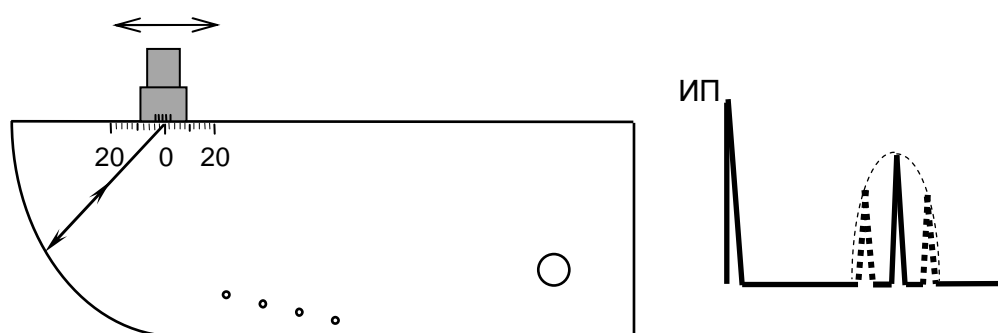

Рисунок 7.2
- г) установить ПЭП на поверхность образца СО-ЗР (СО-З) со стороны шкалы "20-0-20" ("α°") так, чтобы имеющаяся точка выхода луча ПЭП оказалась ориентировочно у отметки "0" по шкале "20-0-20" образца (рисунок 7.2). Перемещая ПЭП в небольших пределах, уточнить максимум амплитуды эхо-сигнала от цилиндрической фокусирующей поверхности. Изменяя усиление кнопками  и , установить амплитуду эхо-сигнала, равную от 1,5 до 7,5 клетки по высоте А-развертки;